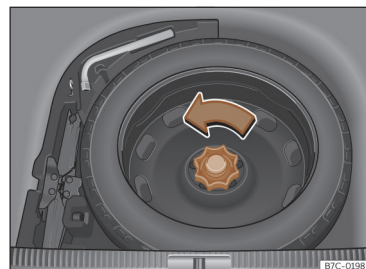

**Fig. 240** Na bagageira: piso de carga levantado.
- Mova a roda no sentido contrário ao dos ponteiros do relógio >>> **Fig. 240.**